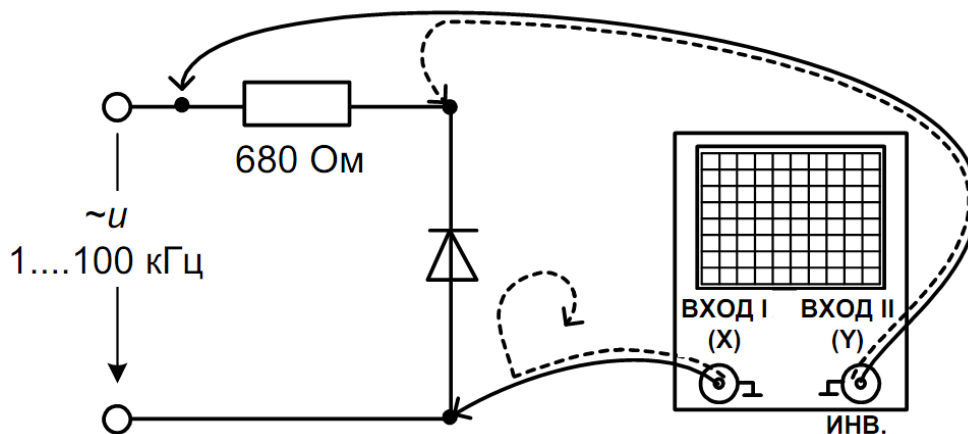

Рис. 5. Схема внешних соединений осциллографа
5. Соберите схему (рис. 5). Частота источника питания двухполярное (положительный и отрицательный полупериоды) по форме: синусоида (1); прямоугольная (2); треугольная (3). Частота генератора должна соответствовать диоду по варианту из Приложения 1, или установить равной 50 Гц; 100 Гц; 500 Гц; 1 кГц; 50 кГц; 100 кГц для исследования.
6. Устанавливая (изменяя) величину напряжения питания (AC-power) до максимального значения при заданной частоте. Амперметр на схеме (рис. 5) условно не показан. Снимите показания и занесите в табл. 2. Постройте графики для схем (рис.5).